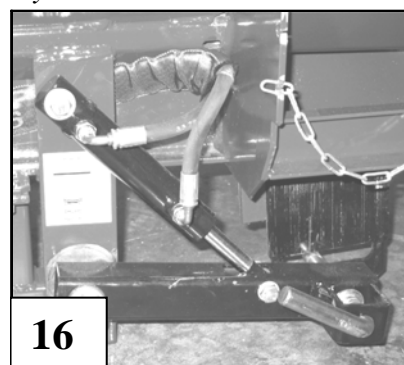

Bild 16. Hydraulisk höjdinställning av klyvbettet
5.5 Klyvbettets hydrauliska höjdjustering, bild 16, tillval